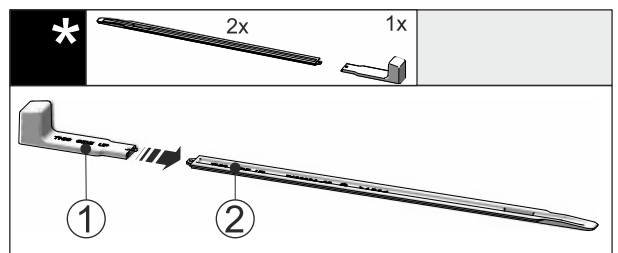

Fig. 43
- Montagegriff Fig. 43 (1) an die Nivellierschiene Fig. 43 (2) stecken.